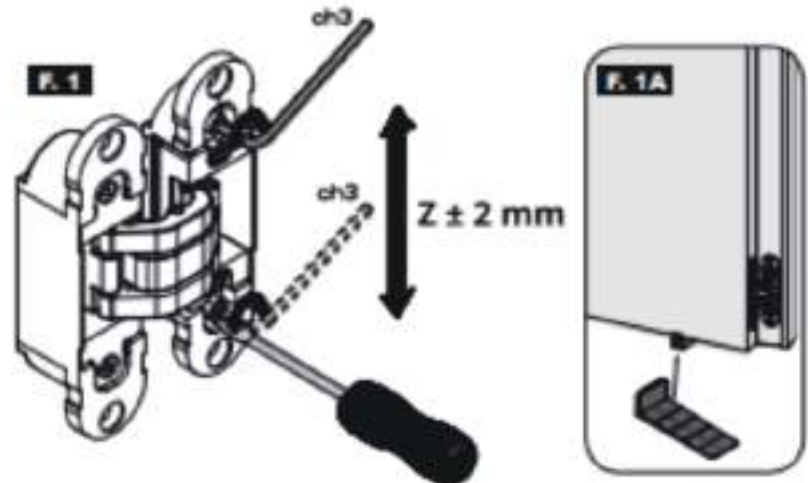

図1.高さ調整
1. 図1に示す、フレームに固定されたヒンジ部分の2本のネジを、3mm六角レンチで緩めます。